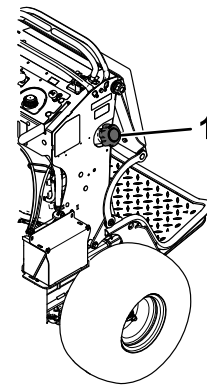

Figura 47
3. Limpie alrededor del tapón del depósito de combustible para evitar que entre suciedad en el depósito (Figura 47).